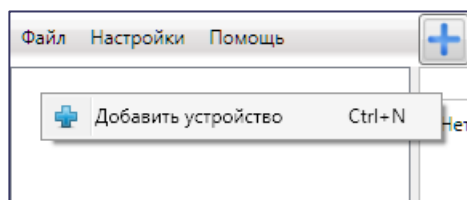

Рис. 5.5. Регистрация контроллера вручную
- 1) щелкните правой кнопкой мыши по свободному месту в области дерева устройств программы *Конфигуратор Профессионал* (см. раздел 6.1) и в появившемся меню выберите *Добавить устройство* (рис. 5.5);